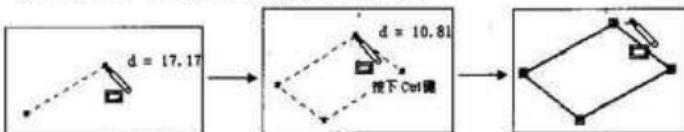

图 2-16 绘制平行四边形
(5) 上述的图形，可以称为平行四边形，但习惯上更愿意认为它仅仅只是一个有角度的矩形。怎样才能绘制出如图 2-16 所示的平行四边形呢？方法很简单，就是在确定第二点的同时，按下 $<\text{Ctrl}>$ 键，可以绘制任何角度的平行四边形。